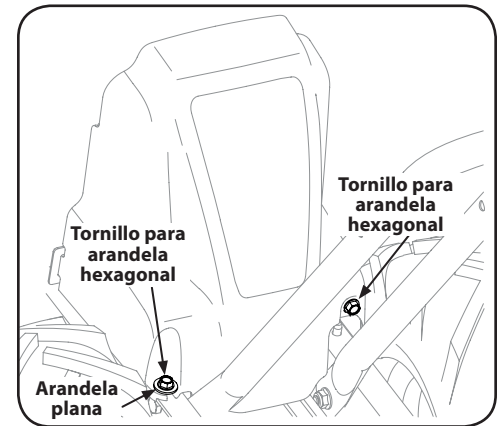

Figura 5-4
- Retire el tornillo de la arandela hexagonal ($\frac{1}{4}$ -20 x .500) y la arandela plana (.28 x .74 x .500) del lado izquierdo de la cubierta de la correa y el tornillo de la arandela hexagonal ($\frac{1}{4}$ -20 x .500) del lado derecho de la cubierta de la correa. Extraiga la cubierta de la correa. Vea la Figura 5-4.